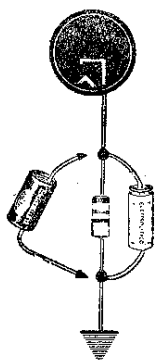

Fig. 110
**327** Condensatore elettrolitico di filtro dello stadio alimentatore esaurito. Controllare eventualmente se esistono condensatori elettrolitici collegati sulla tensione anodica in altre parti del ricevitore. Controllare pure il condensatore elettrolitico di catodo della valvola finale, collegando a scopo di prova un secondo condensatore elettrolitico in parallelo al primo (fig. 110).